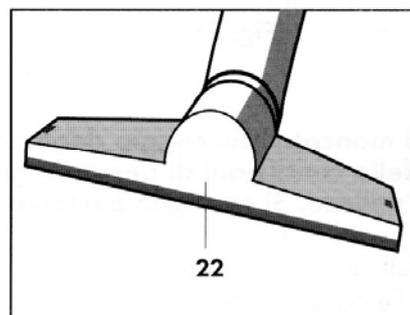

Fig. 9
- E' composta da una parte universale (**Fig. 9**) sulla quale possono essere montati a seconda delle esigenze: